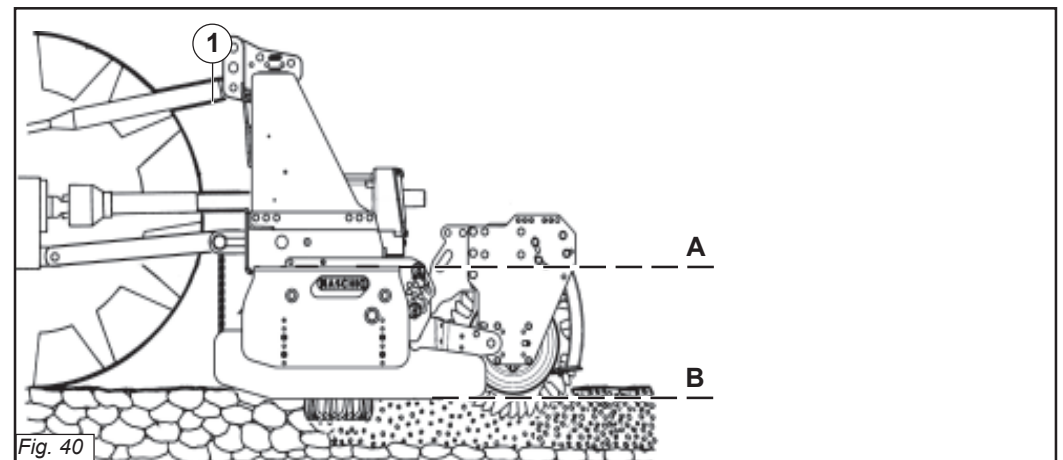

Fig. 40
- 4 - Collegare il terzo punto superiore ed effettuare una corretta regolazione con il tirante (1 Fig. 40) verificando che il piano superiore della macchina (A Fig. 40) risulti parallelo al piano terra (B Fig. 40). Ciò è molto importante allo scopo di ottenere il parallelismo tra asse albero presa di forza della macchina e quello della presa di forza del trattore.
- 4 - Reliez le troisième point supérieur et réglez correctement à l'aide du tirant (1 Fig. 40). Assurez-vous que le plan supérieur de la machine (A Fig. 40) soit pratiquement parallèle au terrain (B Fig. 40). Ceci est très important en vue d'obtenir le parallélisme entre l'axe de la houe et celui de la prise de force du tracteur.
- 4 - Den oberen Kupplungspunkt anschließen und den oberen Lenker (1 Abb. 40) korrekt einstellen. Sicherstellen, daß die obere Haubenkante der Maschine (A Abb. 40) parallel zum Boden (B Abb. 40) steht. Das ist sehr wichtig, um die Parallelität zwischen der Achse der Maschine und der der Schlepper-Zapfwelle zu erhalten. Wenn diese Parallelität gegeben ist, wird die Zapfwelle weniger belastet und das Leben von Gelenkwelle und Gerät wird verlängert.